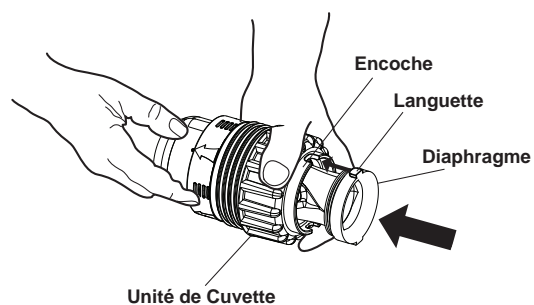

Figure 9
- Insérez le tuyau d'extension interne et le diaphragme dans l'ensemble. Alignez les onglets du diaphragme avec les encoches, puis tirez de façon droite (ne pas tourner) jusqu'à ce que le bord du diaphragme soit visible (Voir les Figures 9 et 10).